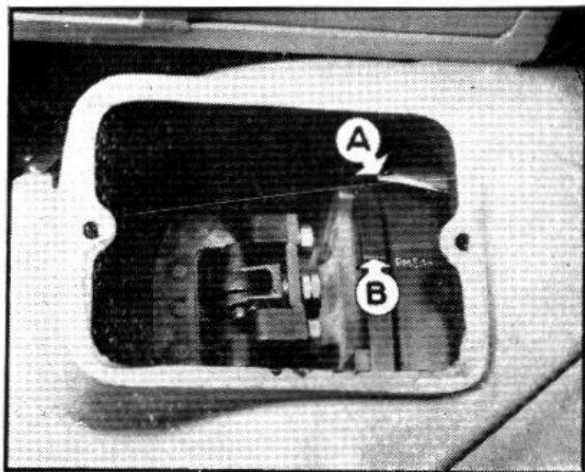

Fig. 25. — Point mort haut.
## **10° Calage de la distribution (fig. 25, 26 et 27) :**
- Virer le moteur au moyen de la manivelle, jusqu'à ce que le repère (P.M.S. 1-4) gravé sur le volant (fig. 25) (B), coïncide avec l'index métallique (A) fixé à l'intérieur du carter intermédiaire. Dans cette position, les pistons des cylindres Nos 1 et 4, se trouvent au point mort haut, l'un en phase de compression, et l'autre en fin d'échappement et début d'aspiration.